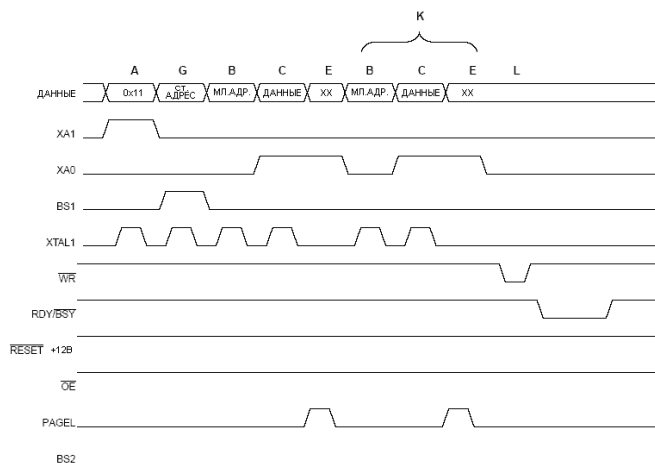

Рисунок 138. Осциллограммы сигналов
- III. Ожидаем появление лог. 1 на RDY/BSY перед программированием следующей страницы (см. осциллограммы на рисунок 138).